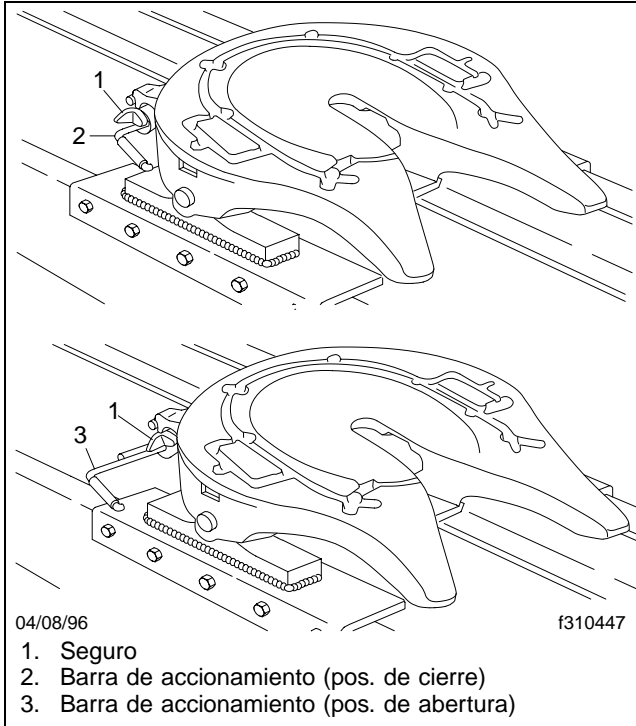

Figura 10.11, Mecanismo de cierre del perno rey Simplex, cierre y apertura
El colocar la barra de accionamiento en la posición liberada aleja el mecanismo de cierre de la mordaza. Esto desbloquea la mordaza para que gire con el movimiento del perno rey. Cuando se retira el tractor de debajo del remolque, el perno rey hará girar la mordaza hasta que ésta esté en la posición abierta, permitiendo así que el perno rey salga del mecanismo. Con la mordaza en la posición completamente abierta, la barra de accionamiento sale de la posición liberada, y la quinta rueda queda lista para el enganche. Vea la **Figura 10.11**.
6. *Si el vehículo está equipado con un mecanismo manual de liberación del cierre del perno rey:* Libere el mecanismo de cierre del perno rey levantando el seguro hacia atrás y tirando de la barra de accionamiento del mecanismo de cierre hacia afuera y hacia arriba para colocarla en la posición de cierre. Vea la **Figura 10.11**. El codo de la barra superior de control del cierre debe tocar fondo en la placa de fundición encima del orificio. Si no se puede tirar de la barra de accionamiento para ponerla en la posición liberada,
Si el vehículo está equipado con un mecanismo operado por aire para liberar el cierre del perno rey: Tire de la perilla de liberación por aire en el tablero. Desde fuera de la cabina, revise visualmente para averiguar si la barra de accionamiento ha tocado fondo contra la placa de fundición encima del orificio. Vea la **Figura 10.11**. Si la barra de accionamiento no está en la posición de abertura, haga retroceder ligeramente el tractor para liberar la presión del perno rey contra la mordaza.